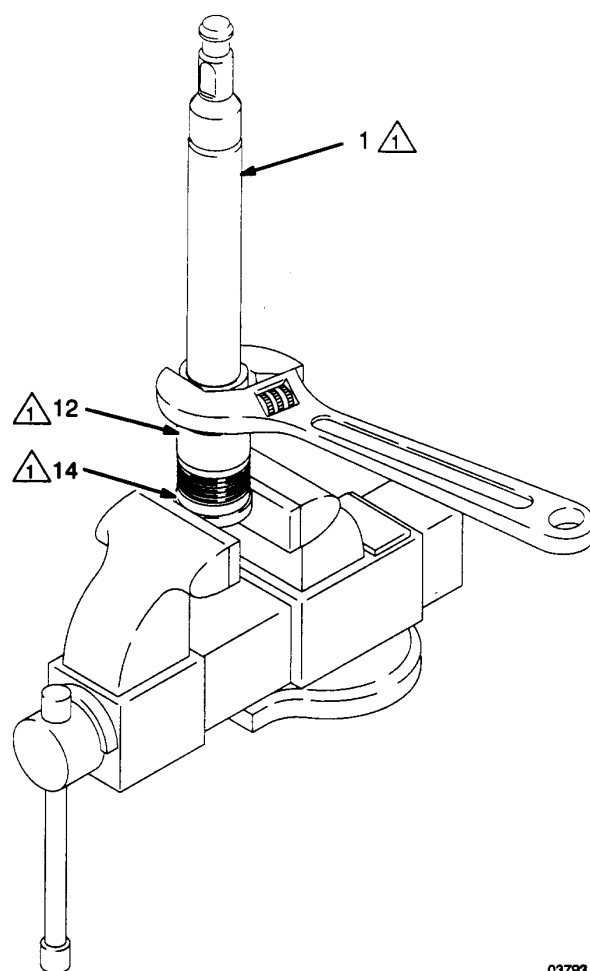

Fig. 7
7. Eclairer l'intérieur du cylindre (11) pour examiner sa surface intérieure, à la recherche de rayures ou d'usure. Retirer les joints toriques (10) du cylindre.
8. Placer les méplats du carter de siège de piston (14) dans un étau, comme représenté à la fig. 7. Au moyen d'une clef à molette, dévisser le carter de bille de piston (12) du carter de siège de piston. Faire attention à récupérer la bille de piston (13) au moment où l'on sépare le carter de bille du carter de siège de piston, de telle sorte qu'elle ne tombe pas et ne soit pas détériorée.
3. Placer les méplats du carter de siège de piston (14) dans un étau. Placer la bille (13\*) sur le siège de piston (E). Visser le carter de bille de piston (12) dans le carter de siège de piston, serrer à la main, puis serrer au couple de 386 à 407 N.m (285 à 300 ft-lb). Voir Fig. 7.